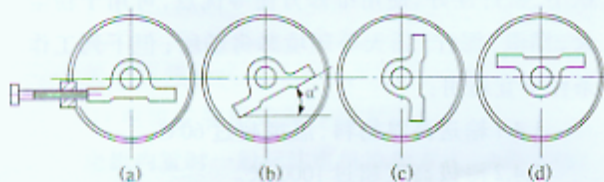

图 1
2.2 带固定支座的电动滚筒，通常以正立形式(图1-a)与带式输送机架相联，如需按(图1-b、c、d)形式或虽按(1-a)形式，但带式输送机机架却架设一个与水平面成上升或下降角形式改变安装，应及早与我公司联系作内部结构调整。